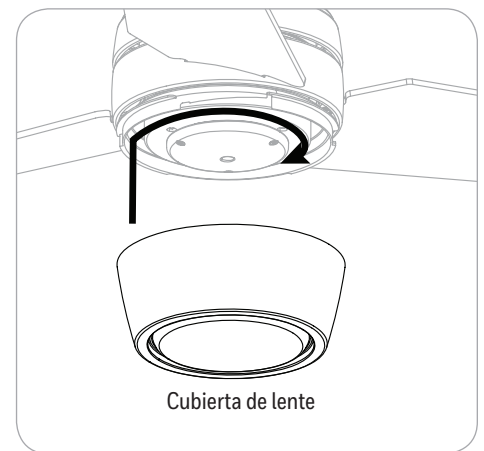

Figura 5.6
6. Fije la cubierta de lente girando la cubierta firmemente en dirección de las manecillas del reloj hasta que esté segura (Figura 5.6).